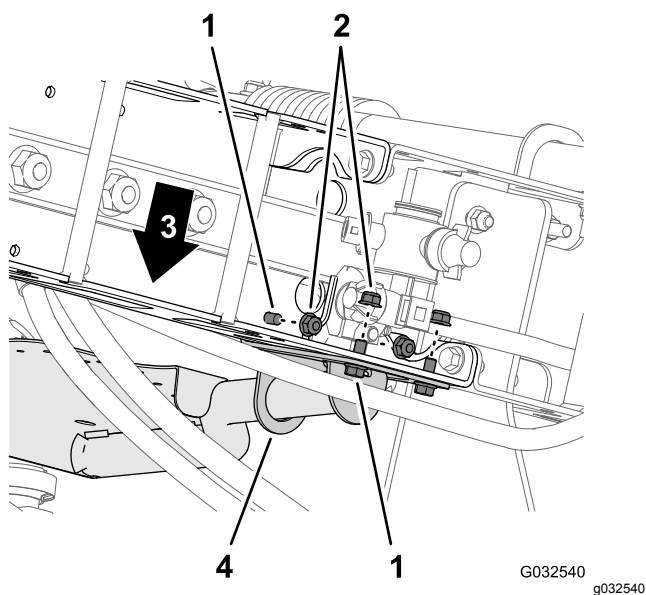

Figura 89
- Monte a montagem da válvula na estrutura da armação (Figura 88 e Figura 89) com quatro